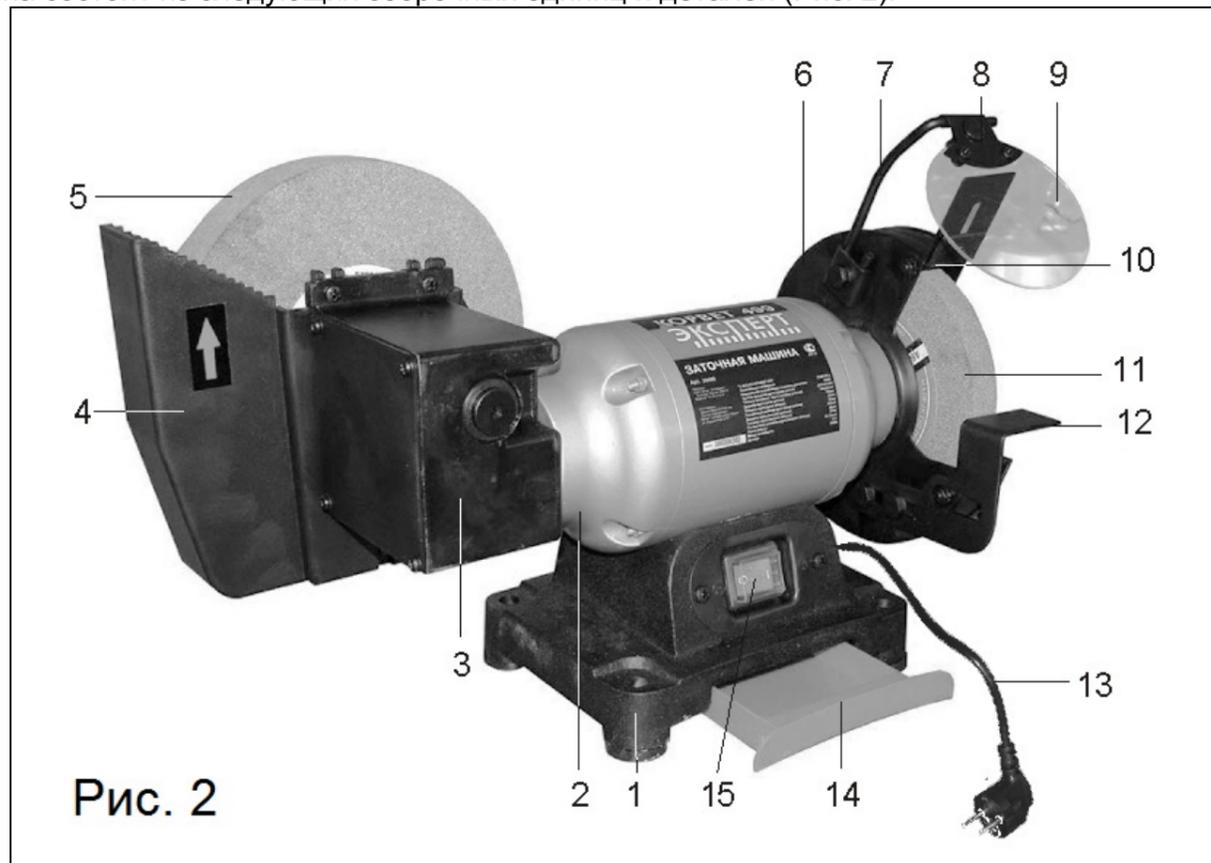

Рис. 2
Машина состоит из следующих сборочных единиц и деталей (Рис. 2):
## 8. МОНТАЖ (Рис. 2)
Каждый раз после окончания работы демонтируйте крышку редуктора (3), Рис. 2, очистите механизм от пыли и грязи и смажьте густой смазкой, установите крышку редуктора (3).
### 10.1. Пуск машины (Рис. 2)
10.2. Заточка режущего инструмента (Рис. 2)
### 11. ЗАМЕНА ШЛИФОВАЛЬНОГО КРУГА (Рис. 2, 5-7)